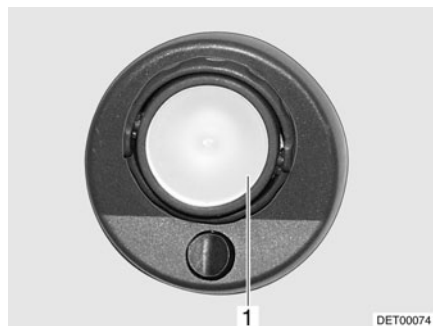

Fig. 256 Lampe halogène rapportée de la cabine de conduite (modèle I)
- Soulever prudemment le couvercle en verre (Fig. 256,1) avec un outil approprié (p. ex. tournevis) et le retirer.